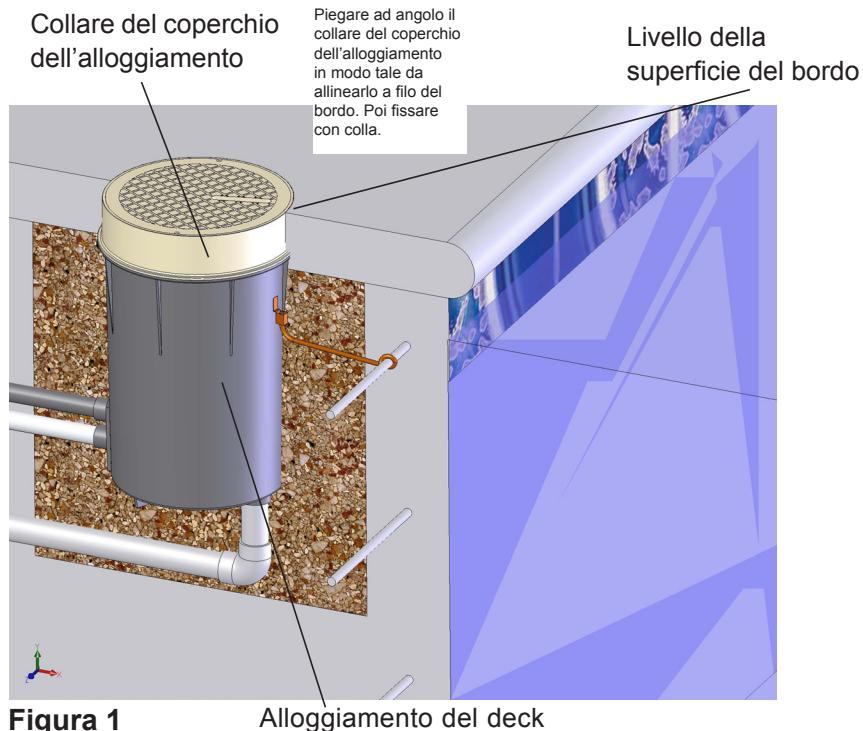

Figura 1
3. Fissare il deck in modo tale che l'estremità superiore del collare di copertura sia a livello del bordo (Figura 1). Piegare ad angolo il collare regolabile in modo da allinearla a filo della superficie del bordo. Una volta apportate le ultime regolazioni all'angolo del collare, incollarlo all'alloggiamento del deck.